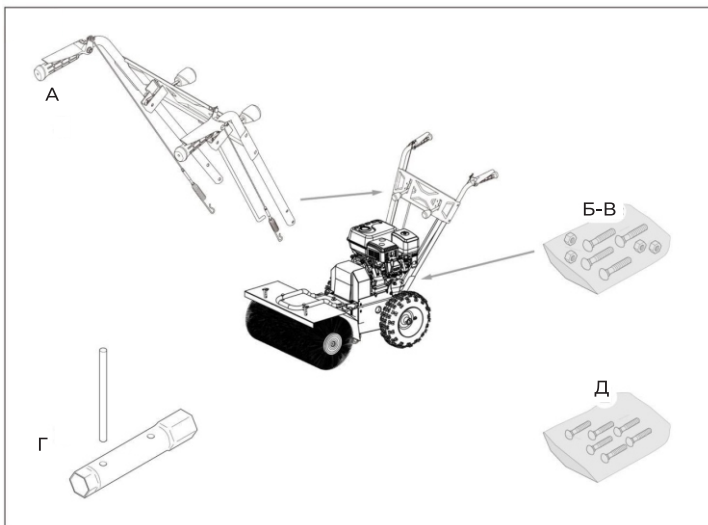

Рис. 2
**3. КОМПЛЕКТАЦИЯ (рис. 2):****ВНИМАНИЕ:**